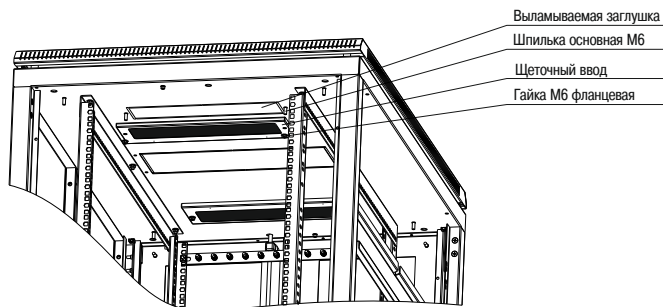

Рисунок 14 – Монтаж щеточного кабельного ввода
4.5.1 Для монтажа щеточных кабельных вводов в крыше шкафа необходимо выломать металлические заглушки, совместить посадочные отверстия в кабельном вводе с осями шпилек основания, затем притянуть их к основанию двумя гайками М6 (с фланцем) (рисунок 14).